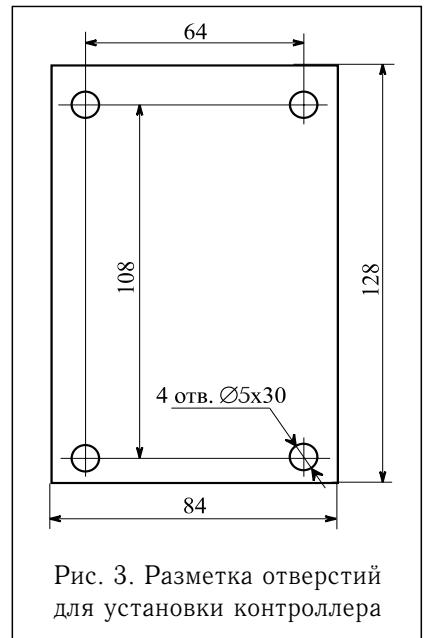

Рис. 3. Разметка отверстий для установки контроллера
- Снимите пластиковую рамку с корпуса контроллера, произведите разметку отверстий для крепления контроллера согласно рис. 3.